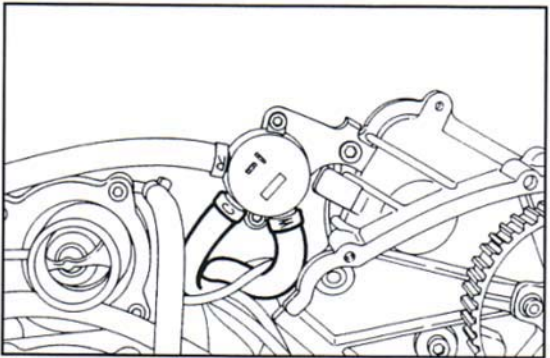

Fig. 43 ▲
- scollegare le tubazioni contrassegnate con C e W (Fig. 43) dall'elettrovalvola controllo sovralimentazione (S.E.M.);
- disconnect the tubes marked C and W (Fig. 43) from the supercharging control solenoid valve (S.E.M.);